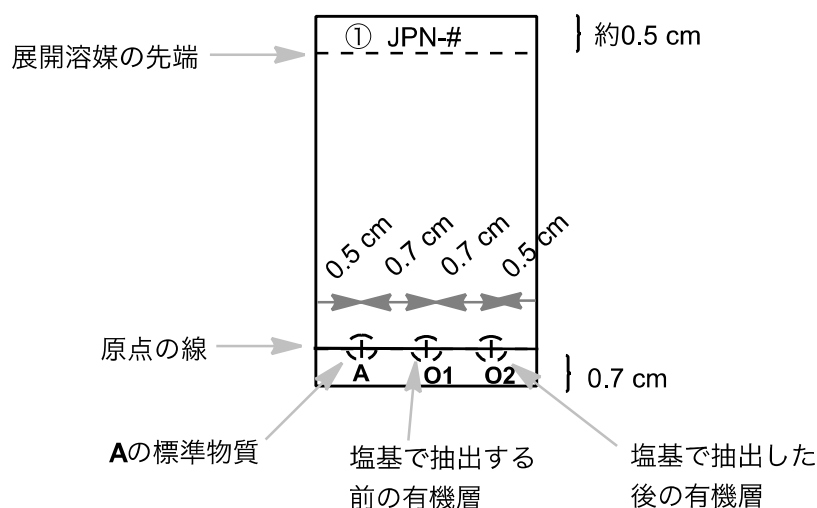

図 2. TLC 板の作製の方法
4. TLC 板 (TLC 板 1 と呼ぶ) を用意する。使う前に傷や汚れを確かめる。傷や汚れがあるときは、未使用であれば減点なしに交換できるので申し出る。鉛筆を使って原点の線を描く。図 2 に示すように、TLC 板の一番上のところに「①」と自分のコード (JPN-1) を書く。サンプル瓶に入った TLC 用の 2-アセトナフトン (**Standard A** とラベルが貼ってある) を約 2 mL (ガラスのパスツールピペットにいっぱい取る程度) のエタノールで溶かす。サンプルをスポットする 3 つの場所を鉛筆でマークし、左から **A**, **O1**, **O2** と印を書く。**A** の TLC 用標準溶液 (**A**) と、II.3 で得られた有機層を合わせたもの (**O1**) を 1 μ L (5 μ L キャピラリーの 1 目盛分) ずつスポットする。**O2** には後でスポットする。